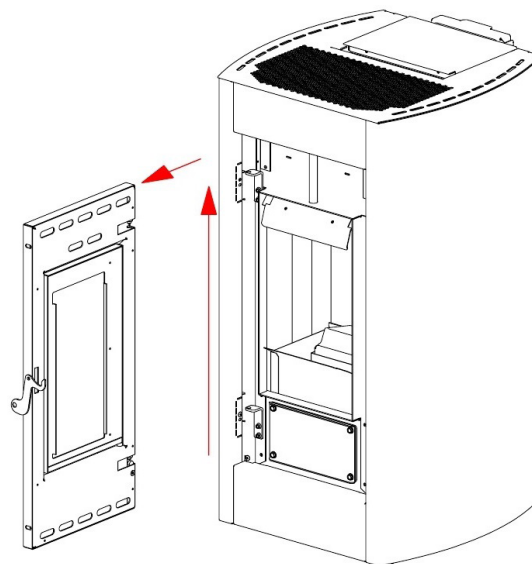

Fig. 22 - Verwijdering van de deur
- De deur heffen zodat de deurpinnen uit de beugels van de structuur komen (zie **Fig. 22 op pag. 19**).